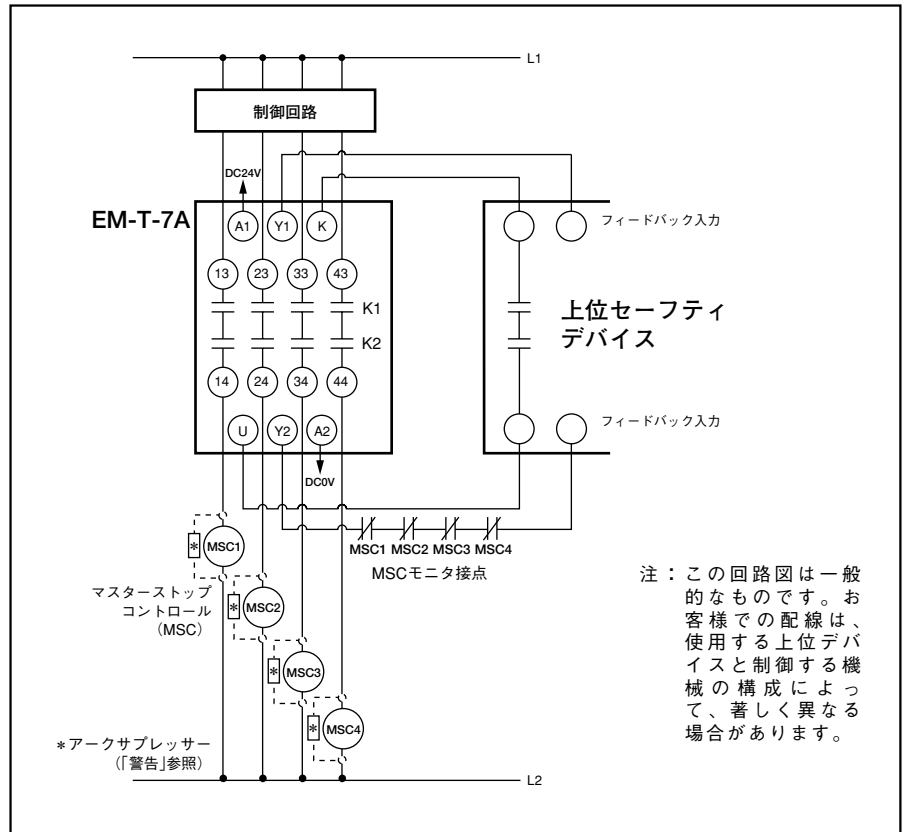
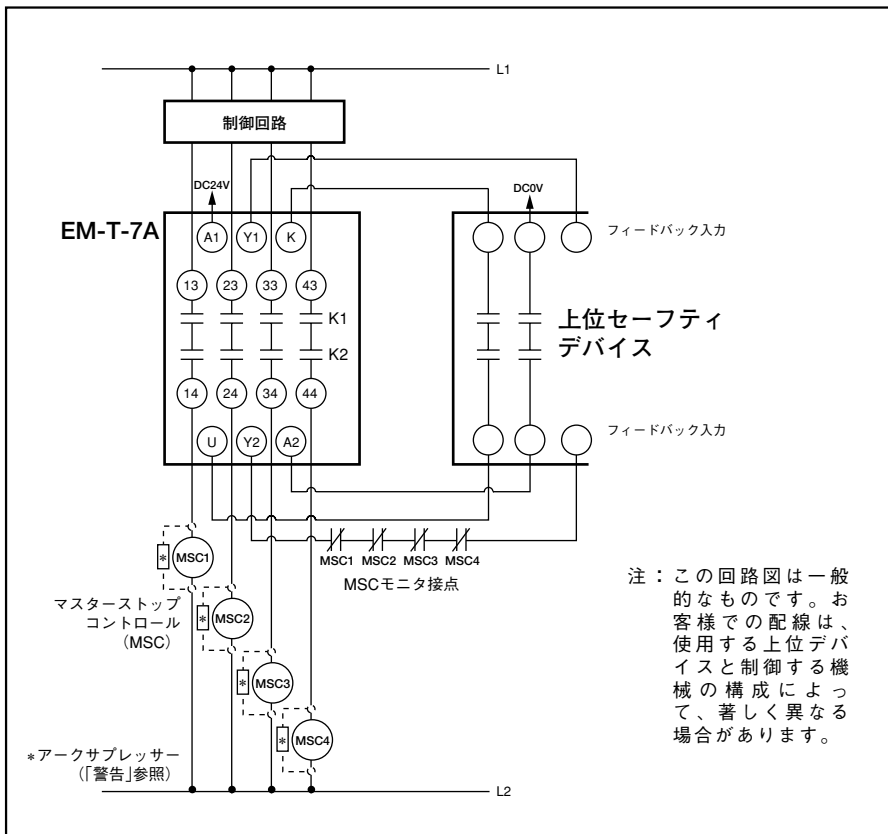

Fig.3 1チャンネル入力の配線例
Fig.4 2チャンネル入力の配線例
拡張モジュールEM-T-7Aは、非常停止セーフティモジュールや両手操作コントロールモジュールなどの上位デバイスに、強制ガイド式リレー接点を追加で供給します。EM-T-7Aには、二重化された接点出力が4回路あり、上位デバイスの安全出力により制御されます。これらの出力を接続することにより、機械の動力遮断回路を確実にコントロールすることができます。拡張モジュールの4つの出力回路は、それぞれ2つの強制ガイド式リレー接点を直列に接続したものです(Fig.3 K1、およびK2参照)。
拡張モジュールのK1、K2の接点状態を上位デバイスが監視できるよう、拡張モジュールはモニタ用の出力回路(端子Y1、Y2)を備えています(Fig.3 参照)。この監視回路は、拡張モジュールの接点K1、またはK2が溶着して故障した場合に、上位デバイスがリセットされるのを防ぎます。
- 2) 必ず、拡張モジュールの端子Y1、およびY2を上位デバイスのモニタ入力に接続して下さい (Fig.3 参照)。
### 1チャンネル制御 (Fig.3)
## 2チャンネル制御 (Fig.4)
回路図 (Fig.3、Fig.4) は、拡張モジュールの二重系出力回路とMSC1～MSC4のMSC (マスターストップコントロール) の一般的な接続を示しています。MSCは、非常停止セーフティモジュールの外部の電気装置として定義されています。拡張モジュールは、機械への電源を即座に遮断することにより、また(必要に応じて)危険な動きにブレーキをかけることにより、機械を停止させます (ANSI B11.19 5.2「停止制御」参照)。制御の信頼性を確実にするには、機械の各危険部を制御するMSCが2つ必要です。
MSCには、上位デバイスがMSCを監視できるよう、フィードバック入力用に強制ガイド式接点を最低1個備えていなければなりません (Fig.4参照)。
制御の信頼性を確実にするには、MSC(マスターストップコントロール)は、モニタ用にNCの強制ガイド式接点を備えていなくてはなりません。Fig.3、4に示すように、MSCのNCモニタ接点は、セーフティモジュールのフィードバック入力端子へ直列に接続します。動作中に、各MSCの接点の1つが溶着して機能しなくなった場合、関連するNC接点はオープンのままとなり、セーフティモジュールをリセットすることは不可能となります。
注：拡張モジュールは、Fig.3、4の配線図に従って接続された適切な上位デバイスによって制御される場合にのみ安全に使用できます。
- 3) 配線図に従って、拡張モジュールが上位デバイスに適切に接続されているかを確認して下さい(Fig.3、および4参照)。